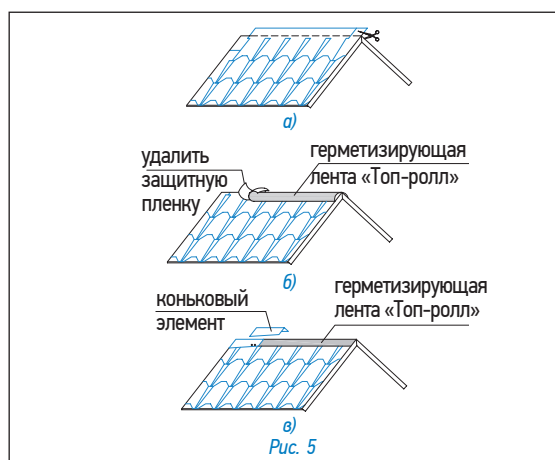

Рис. 5
Конек (рис. 5)
- Верхний ряд черепицы доводится до линии конька (ребра), выступающие части листов обрезаются (рис. 5а);
- линии коньков и ребер герметизируются специальной самоклеящейся лентой «Топ-ролл» (рис. 5б);
- далее устанавливаются внахлест специальные коньковые элементы (направление укладки по преимущественному направлению ветра), рис. 5в. Каждый коньковый элемент плотно прижимается к основанию кровли и фиксируется 4 гвоздями длиной 35мм, которые перекрываются следующим коньковым элементом;